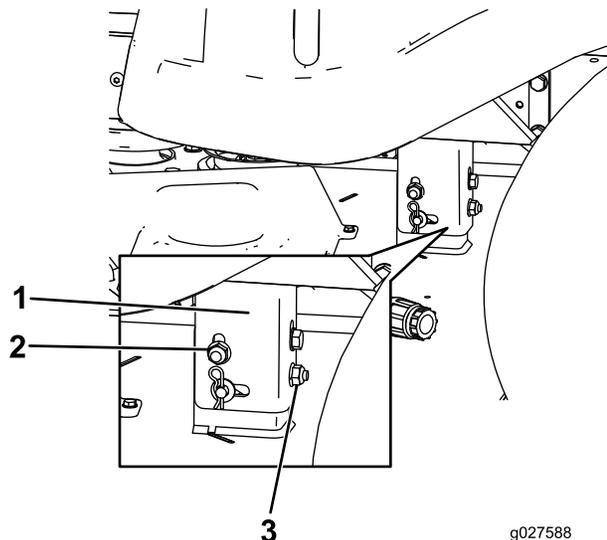

Figura 68
8. Eleve o baje el lado izquierdo de la carcasa de corte girando la tuerca trasera (Figura 68).
Nota: Gire la tuerca trasera en sentido horario para elevar la carcasa de corte; gire la tuerca trasera en sentido antihorario para bajar la carcasa de corte (Figura 68).